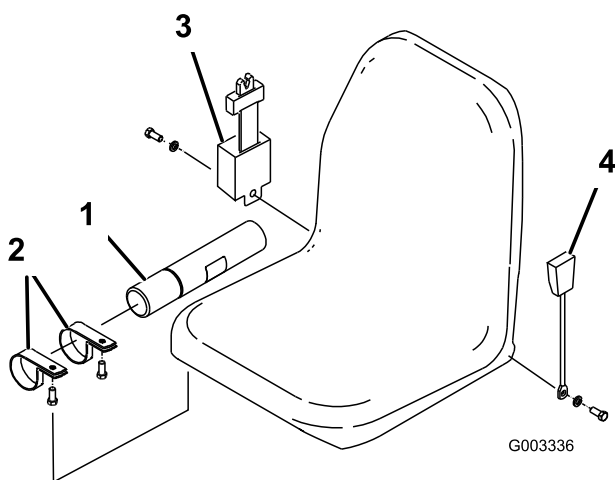

Figura 3
1. Instale o tubo manual na suspensão do banco com as 2 braçadeiras R, incluídas nas peças soltas (Figura 3).
de bloqueio, fornecidas com as peças adjuntas (Figura 3). O retractor do cinto de segurança deve ser montado no lado direito do banco e a fivela do cinto de segurança no lado esquerdo.